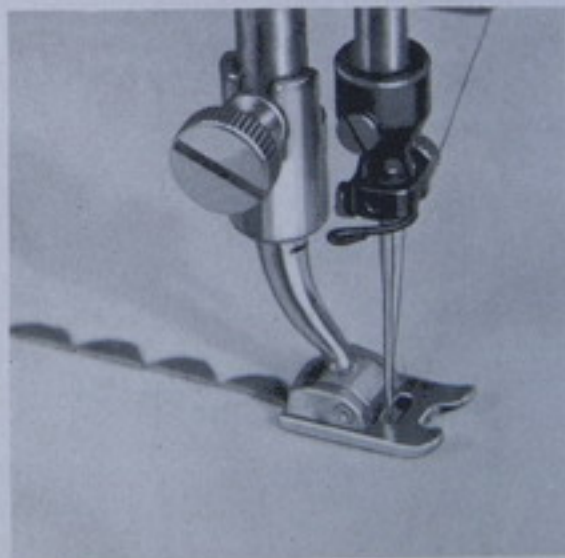

Fig. 37
- 2.—Adapte el prensatelas para coser (FIG. 22). No confundirle con el prensatelas de bordar (FIG. 37), éste lleva una marca negra en el cuerpo del prensatelas.
Para las puntadas de adorno muy cortas (modelo b) de la figura 38, es necesario emplear el prensatelas para bordar (FIG. 37). La cara inferior de este prensatelas está acanalada y el cuerpo marcado con un trazo negro.